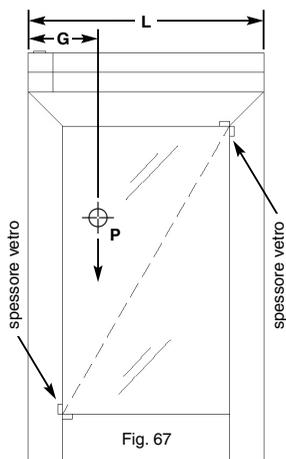

Fig. 67
**ATTENZIONE:** È importante spessorare adeguatamente il vetro in modo da avvicinare il baricentro (punto di applicazione della risultante della forza peso  $P$  del vetro) al perno di rotazione dell'anta (Fig. 67).